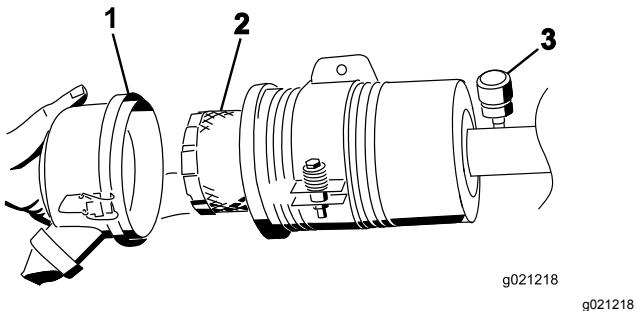

Figura 70
- Retire y cambie el filtro (Figura 70).